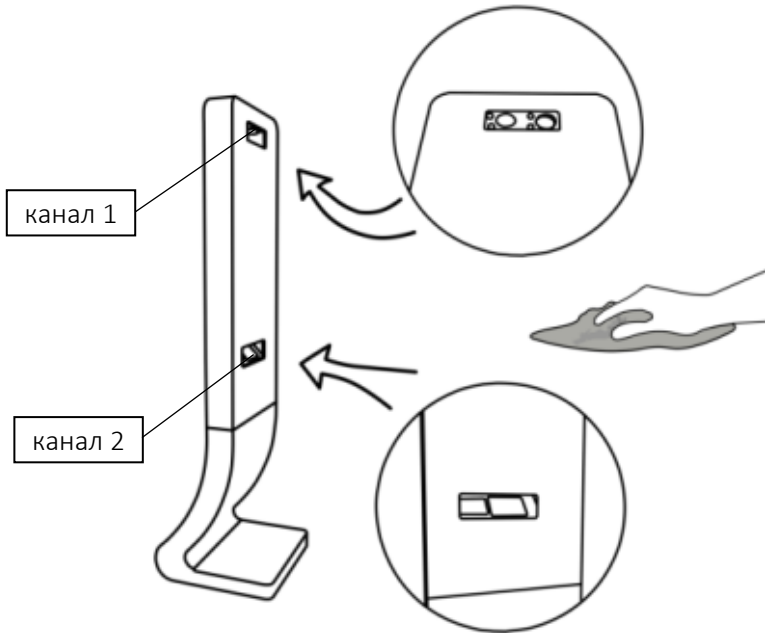

Рисунок 13 – Обслуживание оптических каналов
3.4.3 Через технологические отверстия в корпусе измерительного блока протереть аккуратными плавными движениями защитные стекла и зеркала оптических каналов с помощью безворсовых салфеток, смоченных изопропиловым спиртом из комплекта поставки (рисунок 13).